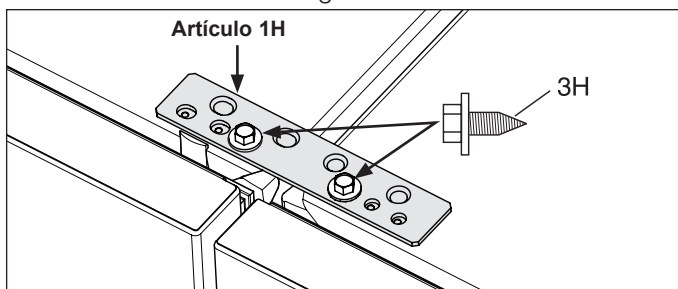

Figura 7
- c. Una las unidades con el soporte de montaje común en la parte superior delantera con dos tornillos en los dos orificios de tornillos internos al usar una llave de 3/8". (Consulte la Figura 7).